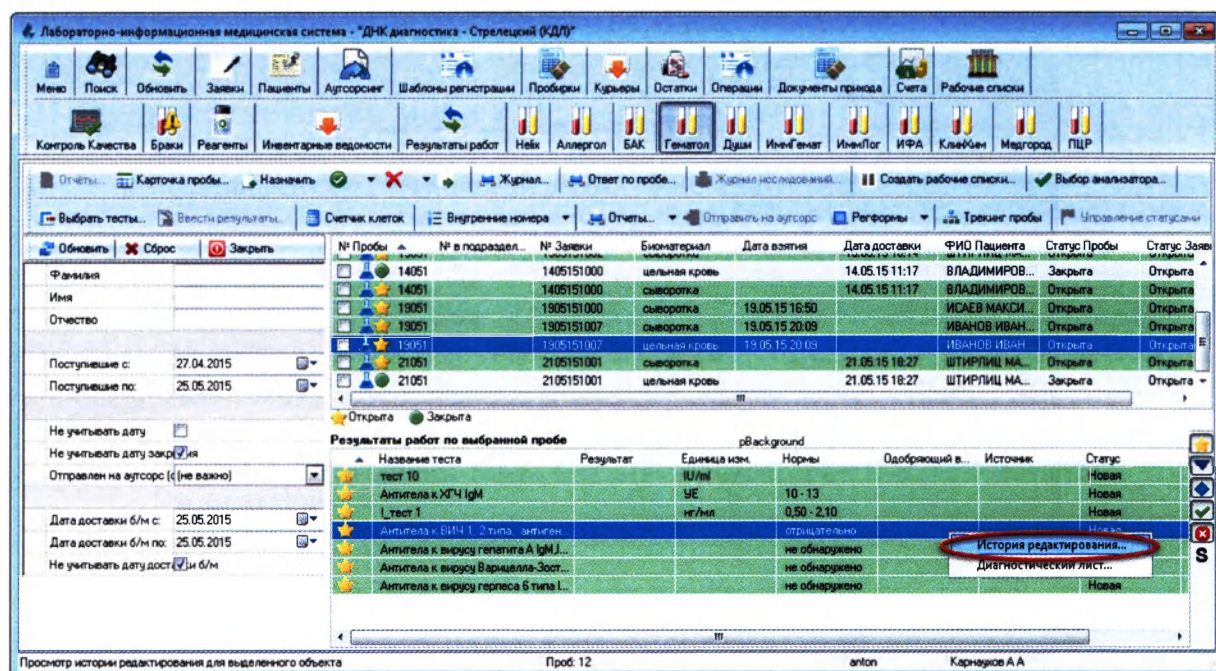

Рисунок 14.17
- Щелкните по выбранной работе правой кнопкой мыши и в выпавшем списке пункт «История редактирования» (Рисунок 14.17):
- Щелкните по выбранной работе правой кнопкой мыши и в выпавшем списке выберите пункт «История редактирования» (Рисунок 14.17):